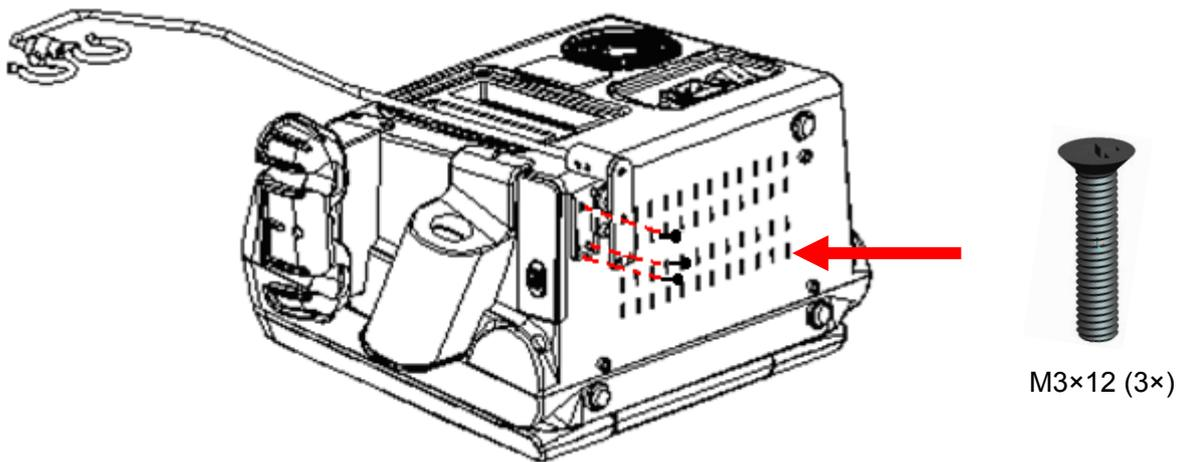

Figure 4-1 Assemblage du support de Câble à l'unité principale
3. Renversez lentement l'unité principale et mettez-la sur l'emballage en mousse et assemblez les vis à l'unité principale avec un tournevis cruciforme comme montré sur la figure 4-1.